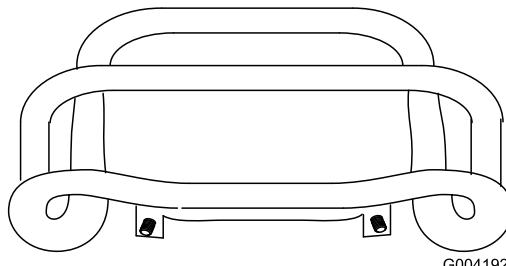

Figura 53
5. Regolare il comando della trazione in modo che rimanga a filo con la barra di riferimento quando viene tirato all'indietro (Figura 52 e Figura 53).